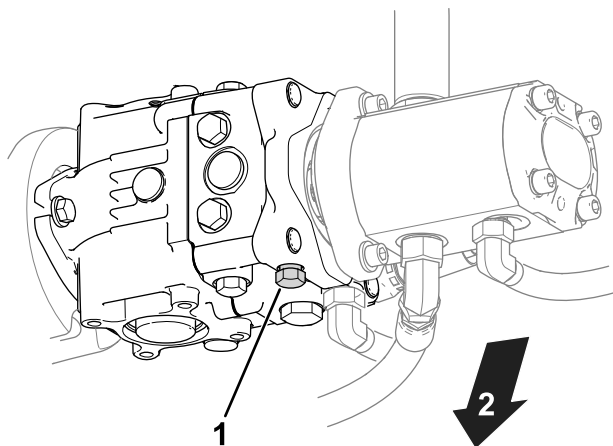

Figura 28
1. Localice la válvula de desvío en la bomba (Figura 28).